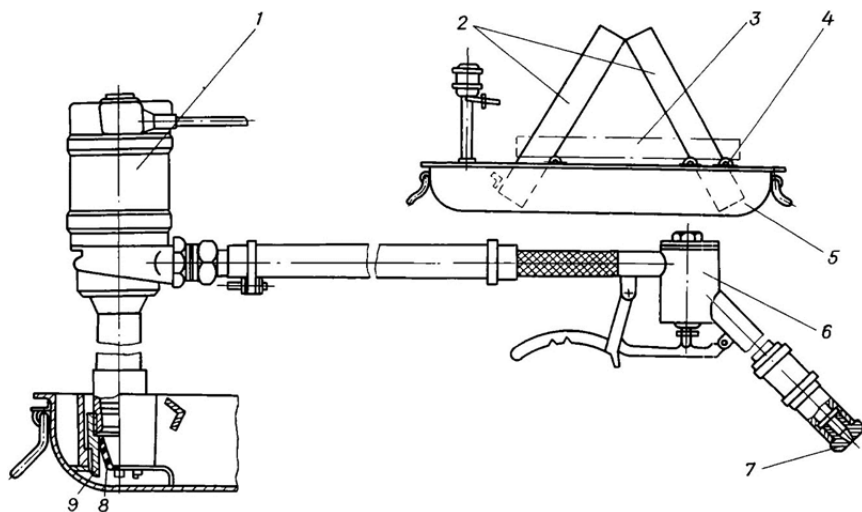

Рис. 5.4. Приспособление для промывки кассет воздухоочистителя:
1. дооборудовать заправочный агрегат 1 (рис. 5.4) и ванну 5 (придается в ЭК) заборным фильтром 8, гайкой 9, соплом 7;